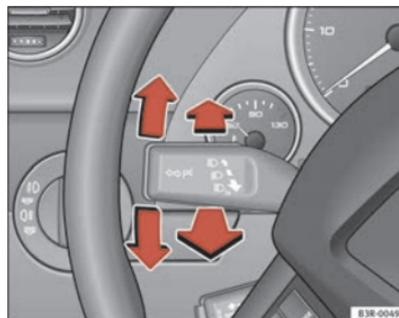

Fig. 92 Leva degli indicatori di direzione e degli abbaglianti
- Portare la leva completamente verso l'alto per mettere la freccia a destra e verso il basso per mettere la freccia a sinistra => fig. 92.